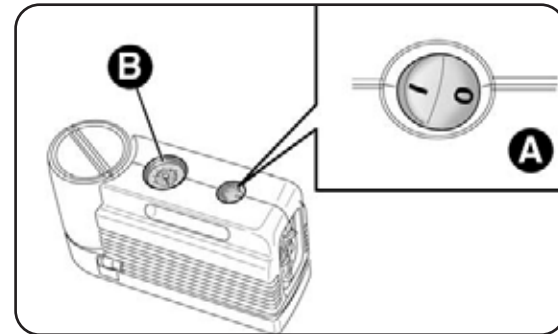
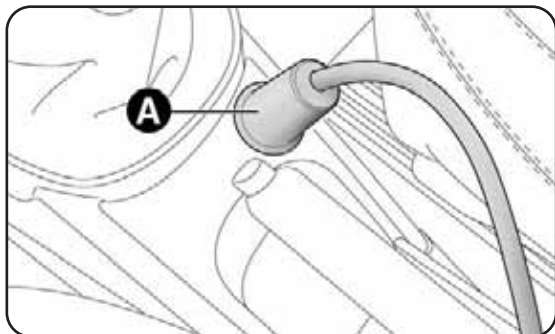

fig. 17
fig. 18
- vérifier que l'interrupteur A-fig. 17 du compresseur est en position 0 (éteint), démarrer le moteur, introduire la fiche A-fig. 18 dans la prise de courant/allume-cigares sur le tunnel central et mettre sous tension le compresseur en mettant l'interrupteur A-fig. 17 en position I (allumé);
- gonfler le pneu à la pression indiquée au paragraphe "Roues" du chapitre "6". Pour obtenir une lecture plus précise, vérifier la valeur de la pression sur le manomètre B-fig. 17 après avoir éteint le compresseur.